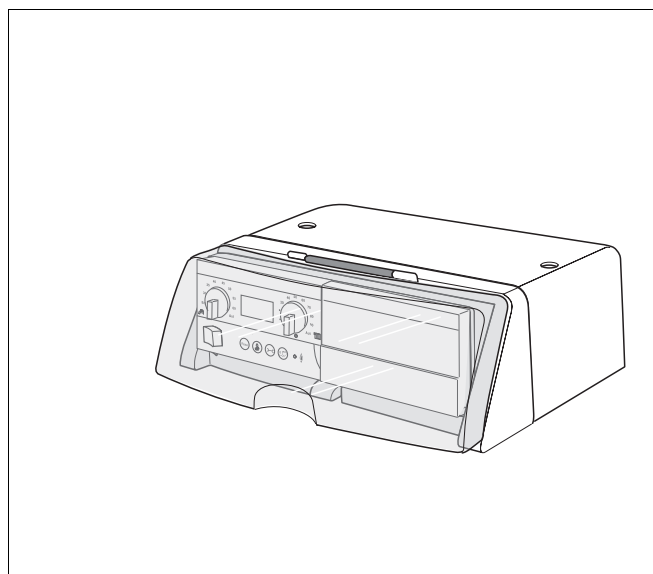

Fig. 2 Apparecchio di regolazione Logamatic MC10 con dispositivo di controllo base Logamatic BC10
- Apparecchio di regolazione Logamatic MC10 (fig. 2). L'apparecchio di regolazione Logamatic MC10, unito al dispositivo di controllo base Logamatic BC10, controlla e regola tutte le componenti elettriche della caldaia. Per informazioni più dettagliate sull'uso del dispositivo di controllo base Logamatic BC10 fare riferimento al capitolo 3 "Uso del dispositivo di controllo base Logamatic BC10", pagina 8.